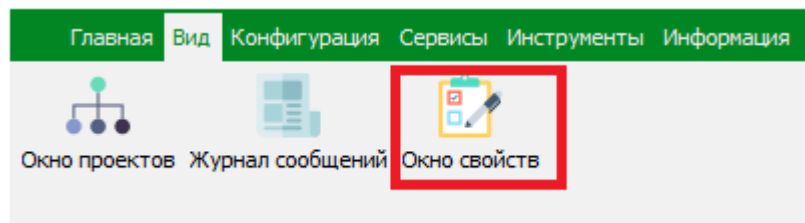

Рисунок 14 – Кнопка «Окно свойств»
2. Нажать кнопку «Окно свойств» (Рисунок 14).